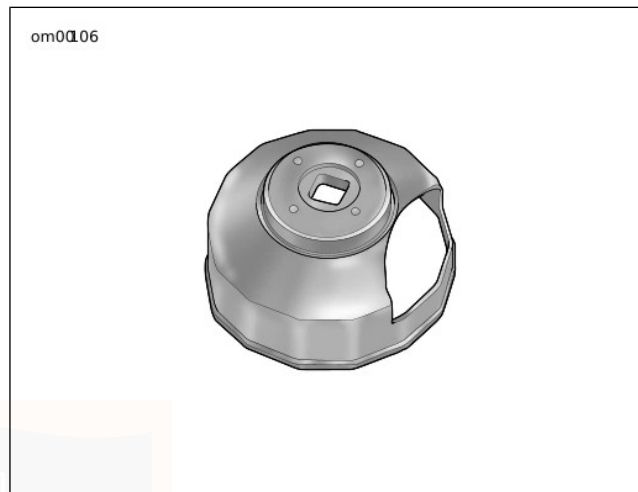

Figure 30. Clé à filtre à huile (HD-44067)
3. Voir la Figure 30. Retirer le filtre à huile à l'aide de la OIL FILTER WRENCH (CLÉ À FILTRE À HUILE) (N° DE PIÈCE : HD-44067). Nettoyer la bride de montage du filtre à huile de tout matériau de joint usé (cette surface doit être lisse et exempte de tout débris ou de tout matériau du joint usagé).